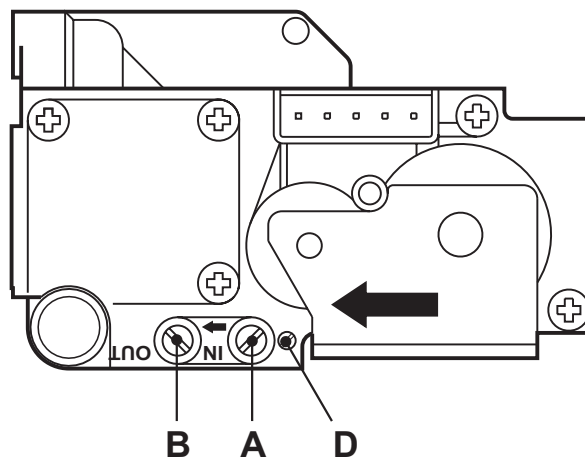

рис. 10 - Газовый клапан
- Подключите надлежащий манометр к контрольной точке "В" рис. 10, расположенной после газового клапана.
- Отрегулируйте минимальное давление с помощью регулировочного винта "D" рис. 10, поворачивая его по часовой стрелке для уменьшения и против часовой стрелки для увеличения.